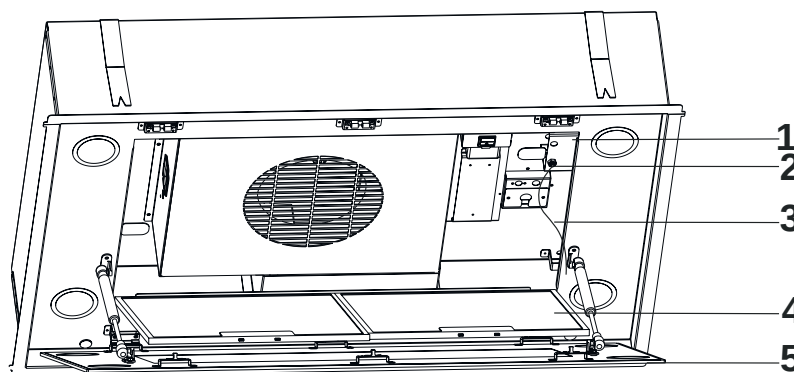

Fig. 11
5. ➤ 5. Luta ut kantsugplattan genom att ta tag i hörnen och dra försiktigt i den. (Fig. 11/1). Ta bort fettfiltrena (Fig. 11/2) och dra ståltrådarna genom säkerhetslåsen uppifrån och ner (Fig. 11/5). Gör detta med alla de 4 medföljande stålvejarna.
Observera: när stålvejarna placeras i förvaringsutrymmet måste den böjbara metallen böjas så att stålvejarna inte faller ut (Fig. 11/4).